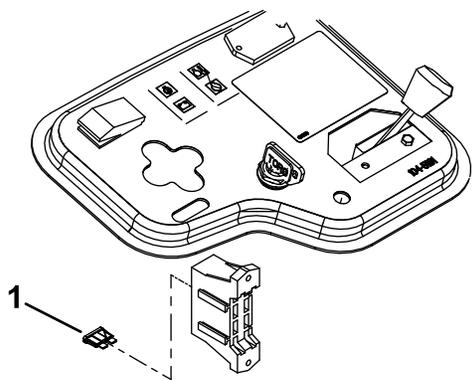

Рисунок 7
9. Вставьте плавкий предохранитель на 10 А в открытый разъем блока предохранителей (Рисунок 7).